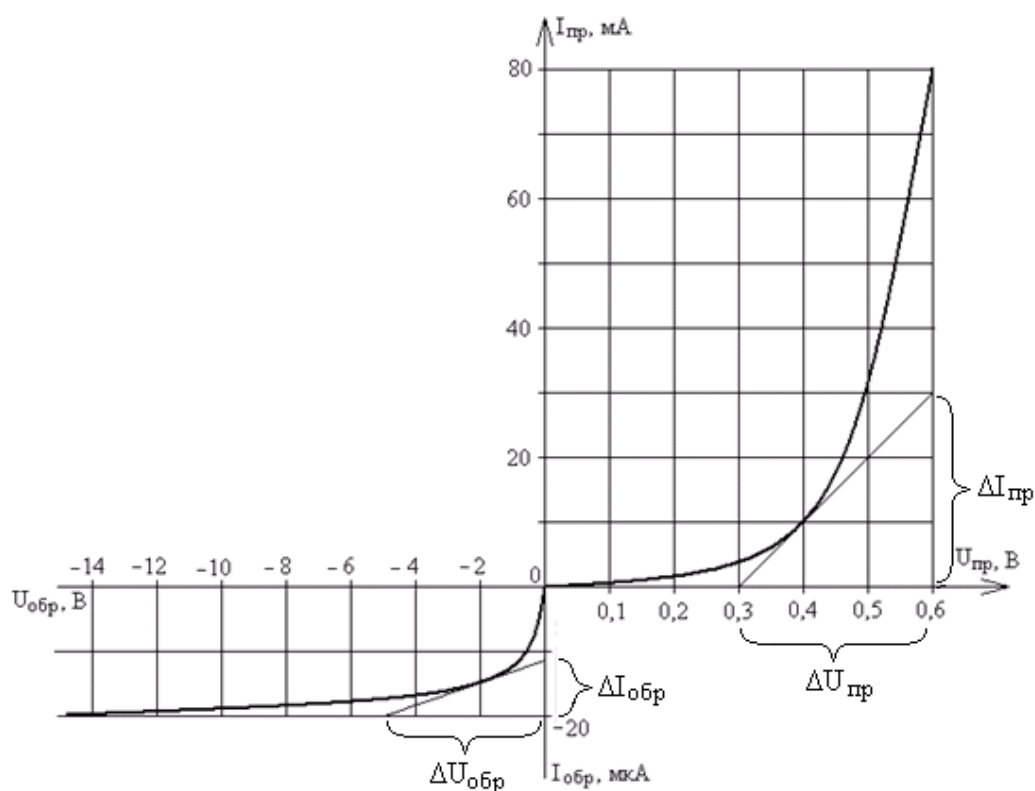

Рисунок 1.1 – Вольт-амперная характеристика
Задача 1.3 Пользуясь вольт-амперной характеристикой (ВАХ) диода (рисунок 1.1), определить дифференциальное сопротивление $r_{\text{диф}}$ и сопротивление постоянному току R_0 при напряжениях $U = (0,1 + 0,05 \cdot n) \text{ В}$ и $(-6 + 0,5 \cdot n) \text{ В}$.
1. Начертить график ВАХ (рисунок 1.1). Провести касательные к графику в точках, соответствующих заданным напряжениям.